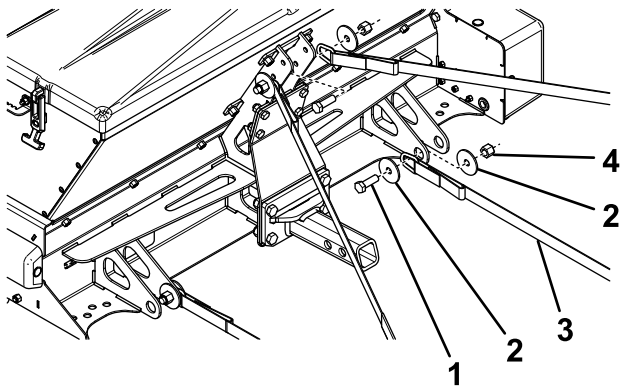

图 9
3. 如图 9 所示用 2 个螺栓 1/2 x 1 1/2 英寸、垫圈 1/2 英寸和锁紧螺母 1/2 英寸将棘轮带的 D 形环端连接至撒布机机架。